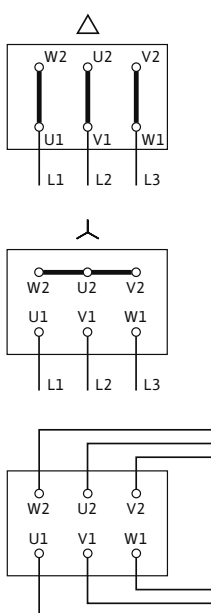

Fig. 17: Verkkoliitäntä
Sähköliitäntän kytkentäkaavio on liitäntäkotelon kannessa (katso myös Fig. 17).
- Verkkoliitäntä riippuu moottoritehosta P_2 , verkkojännitteestä ja käynnistystavasta. Tarvittava yhdyssiltojen liitäntä liitäntäkoteloon näkyy seuraavasta luettelosta "Taul. 4: Liittimien varaukset" sivulla 45 ja kuvasta (Fig. 17).